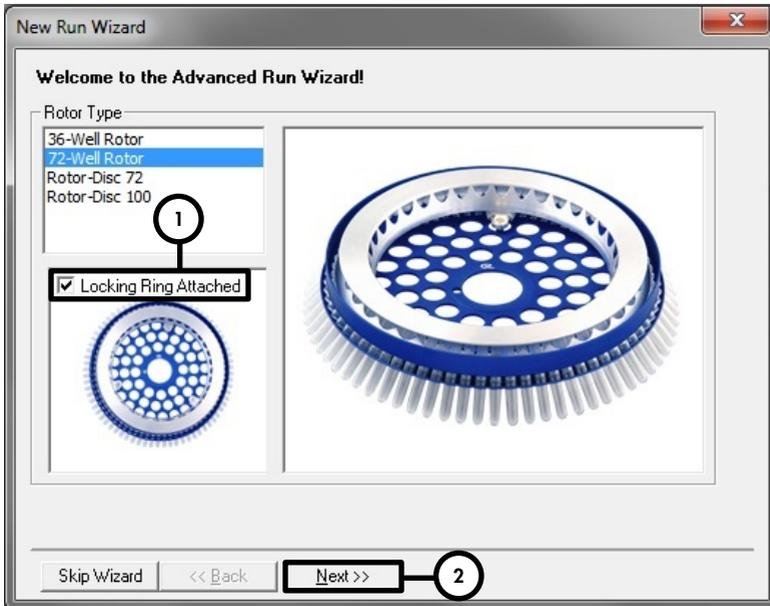

Abbildung 2: Dialogfeld „New Run Wizard“ (Assistent für neue Läufe)
7. Im nächsten Dialogfeld des **New Run Wizard** (Assistent für neue Läufe) (Abb. 2) aktivieren Sie das Kontrollkästchen **Locking Ring Attached** (Schließring angebracht) und klicken Sie auf **Next** (Weiter).